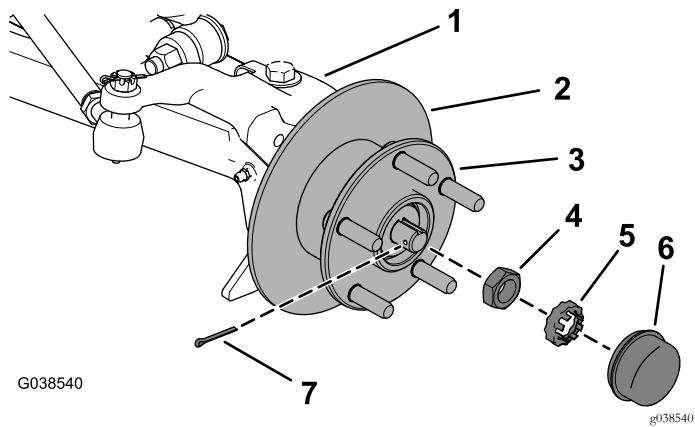

Figura 6
6. Retire el tapón guardapolvo, la chaveta, el retén de la tuerca y la contratuerca, y retire el cubo y el disco de la mangueta (Figura 6).
- A. Apriete la contratuerca mientras gira el cubo para asentar los cojinetes, y luego apriete la contratuerca a 16 – 20 N·m, según se muestra en Figura 6.
- B. Afloje la contratuerca hasta que se separe de la arandela de pestaña y el cubo, y apriete la contratuerca a 169 – 226 N·cm mientras gira el cubo (Figura 6).
- C. Instale el retén sobre la contratuerca, asegúrese de que el orificio de la chaveta es visible, e instale la chaveta (Figura 6).
- D. Coloque el tapón guardapolvo (Figura 6).